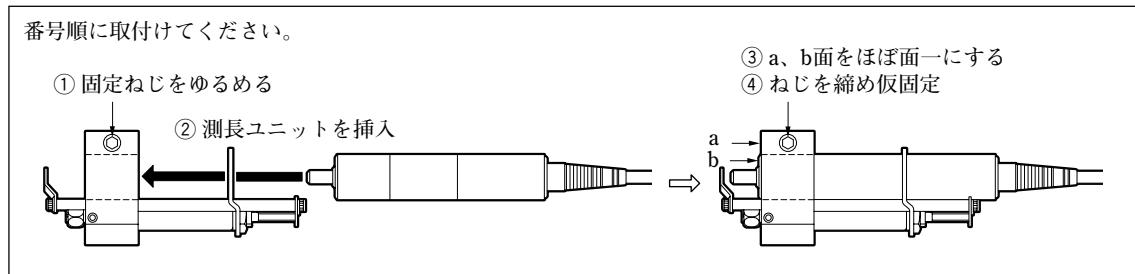

Fig. 4 測長ユニットの取付け手順
2. 測長ユニットを番号順に取付け、仮固定してください。(Fig. 4)